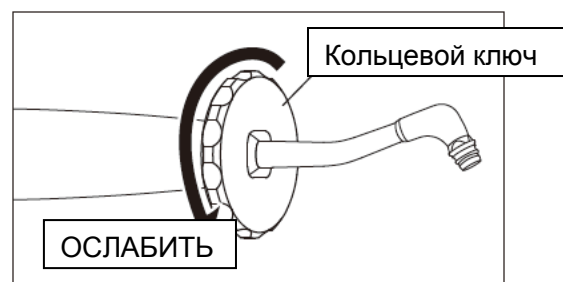

Рис. 14
- 3) Insert the Nozzle into the Ring Wrench and loosen the Nozzle. Remove the Nozzle from the Handpiece (Fig. 14).
- 3) Вставьте насадку в кольцевой ключ и ослабьте соединение насадки. Отсоедините насадку от наконечника (Рис. 14).